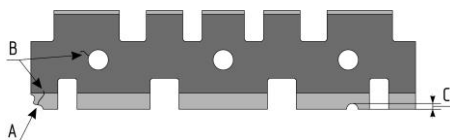

Рис. 29 Проверка состояния ножа
6. Осмотрите ножи. Если у ножа имеются: сколы углов (А), трещины (В) и вмятины (С) глубиной более 1,5 мм – нож необходимо заменить (Рис. 29).